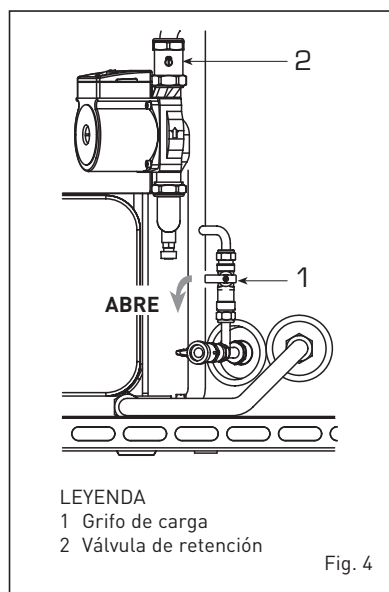

Fig. 4
2.4 LLENADO DE LA INSTALACION (fig. 4)